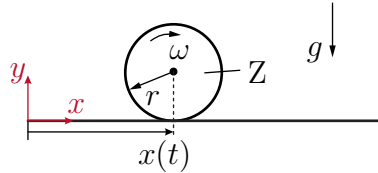

Abbildung 1: Zylinder auf Ebene.
1. Ein durchdrehender Reifen wird als homogener Zylinder Z (Radius  $r$ , Masse  $m$  und Massenträgheitsmoment im Schwerpunkt  $I_{zz}$ ) modelliert, welcher zum Zeitpunkt  $t_0 = 0$  mit  $\omega(t_0) = \omega_0$  und  $\dot{x}(t_0) = v(t_0) = 0$  auf eine Ebene gesetzt wird (Abbildung 1). Zwischen dem Reifen und der Ebene wirkt trockene Gleitreibung mit dem Reibkoeffizienten  $\mu_C$ . Die Erdbeschleunigung  $g$  wirkt in negative  $y$ -Richtung.